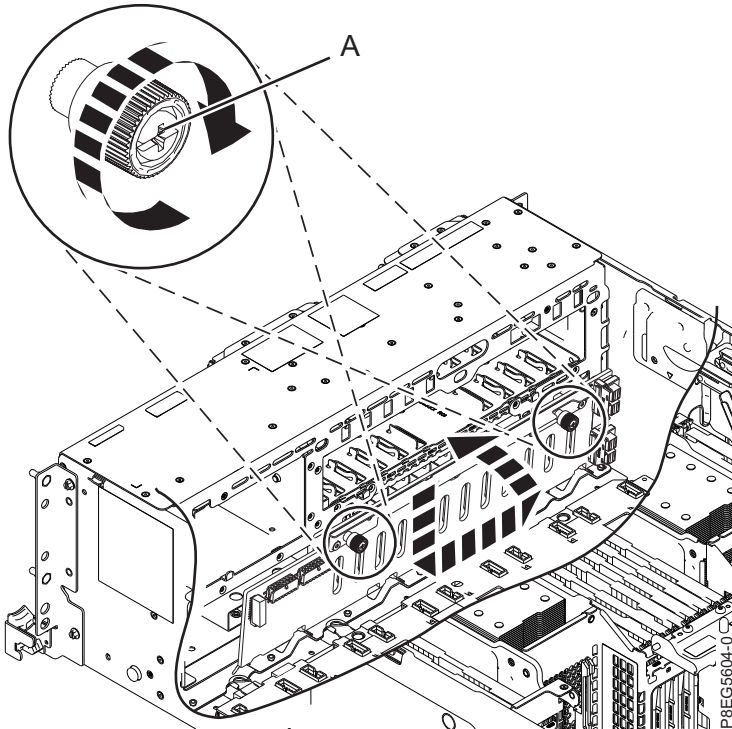

Figura 6. Sustitución de la placa posterior de la unidad de disco
3. Mirando a la parte frontal del sistema, utilice el reborde en la parte superior de la placa posterior de la unidad de disco y sustituya la placa posterior. Inclínela hacia la parte posterior e introdúzcala en el chasis. Alinee los orificios de la placa posterior con las pestañas del chasis para insertarla en el sistema. Deslice la placa posterior hacia un lado como se muestra en la Figura 6 en la página 8.
4. Apriete con cuidado los tornillos cautivos (A) hasta que cada uno quede fijo en el chasis del sistema.